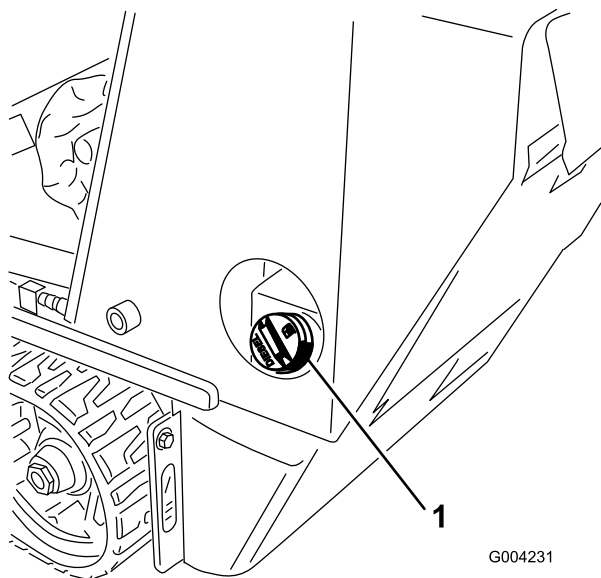

Figure 16
1. Enlevez le bouchon du réservoir de carburant (Figure 16).